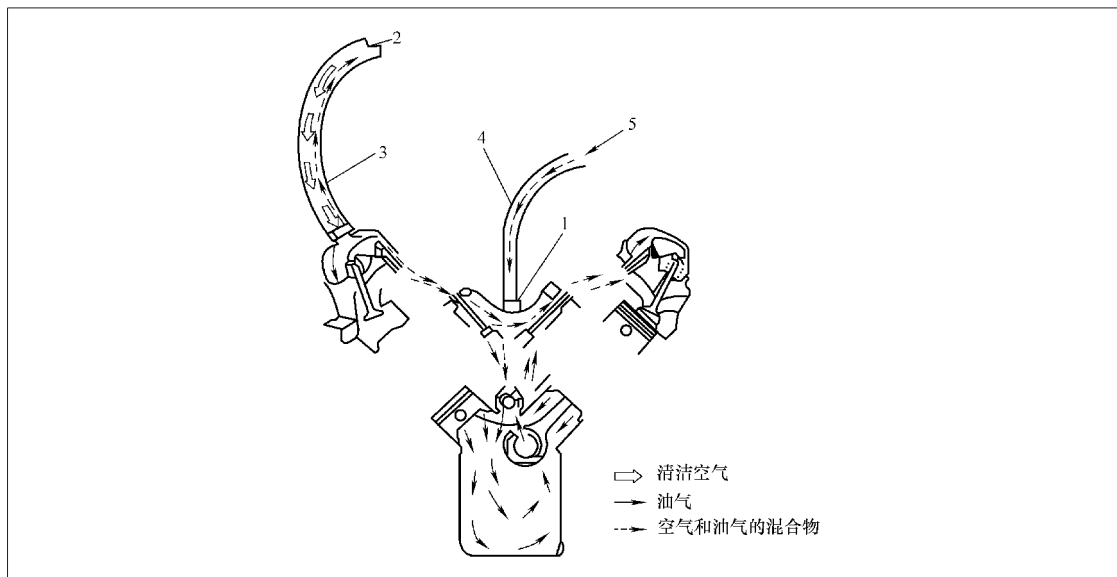

图 2-20 PCV 结构与工作原理
(1) PCV 定义 PCV 是英文 Positive Crankcase Ventilation 的缩写, 中文的意思是曲轴箱强制通风控制系统。它的功用是将曲轴箱内的窜气导入发动机燃烧室燃烧, 以免活塞和气缸壁之间的窜气逸入大气中, 造成环境污染。
(2) PCV 结构与工作原理 PCV 装置主要由通气软管、PCV 阀组成, 如图 2-20 所示。通气软管一条接通空气滤清器至节气门体, 另一条接通 PCV 阀至进气歧管。